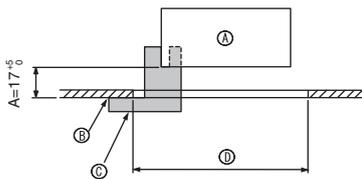
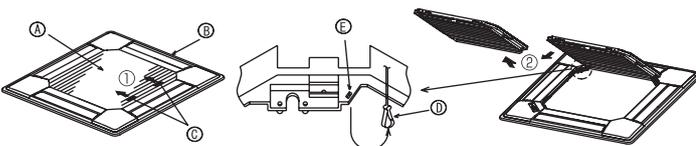
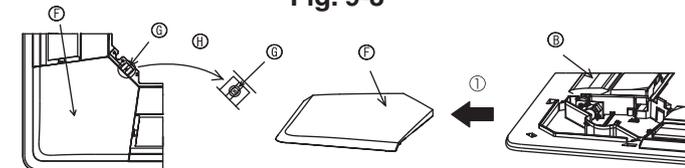

Fig. 9-2
Fig. 9-3
Fig. 9-4
① Gitter	1	950 × 950 (mm)
② Schraube mit unverlierbarer Unterlegscheibe	4	M5 × 0,8 × 25
③ Lehre	1	(In vier Teile unterteilt)
④ Befestigungsteil	3
⑤ Schraube	4	4 × 8
⑥ Schraube	1	4 × 12
⑦ Drahtlose Fernbedienung	1	für PLP-6BALM
⑧ Verdrahtete Fernbedienung	1	für PLP-6BAMD
9.2. Vorbereitung zum Anbringen des Gitters (Fig. 9-2)
- Mit der mit diesem Bausatz gelieferten Lehre ③ die Position der Anlage im Verhältnis zur Zimmerdecke überprüfen. Wenn die Anlage im Verhältnis zur Zimmerdecke nicht vorschriftsmäßig in Position gebracht wurde, kann dies zu Luftdurchlässigkeit oder zur Bildung von Kondenswasser führen.
- Ⓒ Lehre ③ (befindet sich in der Anlage)
9.2.1. Das Ansauggitter abnehmen (Fig. 9-3)
- Zum Öffnen des Ansauggitters die Hebel in die Richtung, die durch Pfeil ① gekennzeichnet ist, schieben.
- Das Scharnier des Ansauggitters bei geöffnetem Ansauggitter (Position "offen") vom Gitter wie durch Pfeil ② gekennzeichnet, abnehmen.
9.2.2. Die Eckplatte abnehmen (Fig. 9-4)
- Die Schraube von der Ecke der Eckplatte abnehmen. Die Eckplatte wie durch Pfeil ① gekennzeichnet schieben, um so die Eckplatte abzunehmen.
[Fig.9-3] [Fig.9-4]